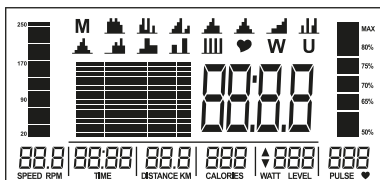

Abb. 1
1. Stecken Sie das Netzteil ein, der Computer wird eingeschaltet und zeigt 2 Sekunden lang alle Segmente auf dem LCD an (Abb. 1).